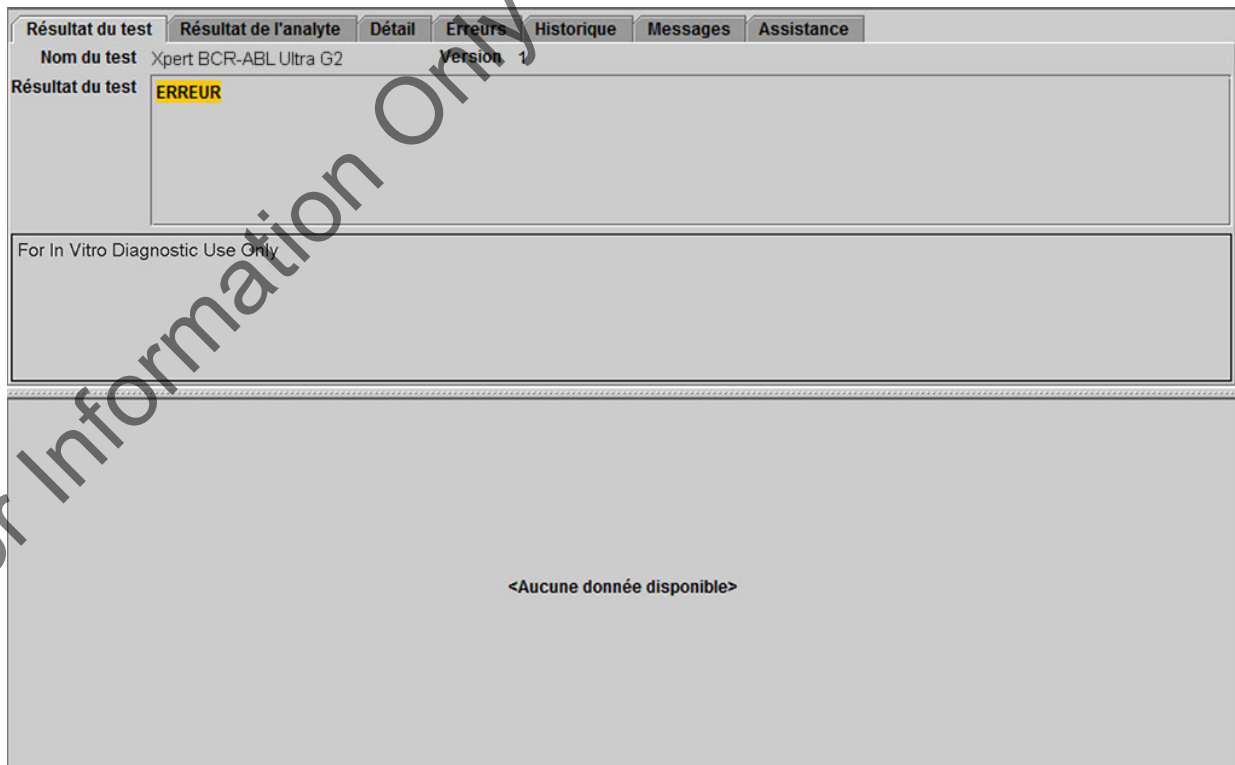

Figure 7. Fenêtre Afficher les résultats (View Results) du GeneXpert Dx : ERREUR
ERREUR (ERROR) Voir Figure 7	Le niveau de transcrit BCR-ABL ne peut pas être déterminé. Voir la Section 17., Guide de dépannage, pour obtenir des instructions supplémentaires pour retester l'échantillon. <ul style="list-style-type: none"> • BCR-ABL – PAS DE RÉSULTAT (NO RESULT) • ABL – PAS DE RÉSULTAT (NO RESULT) • Vérification de la sonde – ÉCHEC (FAIL) – Échec d'un ou de tous les résultats de vérification de la sonde. • Vérification de la sonde RÉUSSITE (PASS) ou SO (NA) (sans objet) et pression interrompue. <p>* Si la vérification de la sonde a réussi ou affiche /S, l'erreur est due au dépassement de la limite de pression maximale au-delà de la plage acceptable ou à la défaillance d'un composant du système.</p>